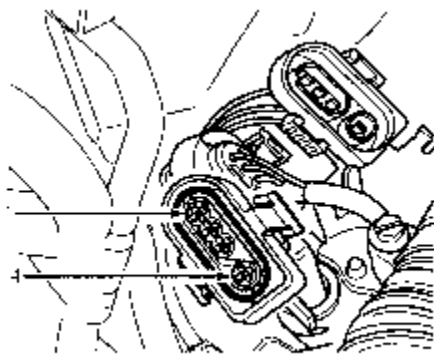

图 6-23 HO2S 1 和 HO2S 2 线束接头端子
6) 起动发动机并处于怠速状态。测量 HO2S 1 线束接头端子 1 和端子 2 之间的电压 (见图 6-23), 电压应至少为 11.5V。如果电压符合规范, 转入步骤 11)。如果电压不在规定范围内, 转入下一步。
6) 起动发动机并处于怠速状态。测量 HO2S 1 线束接头端子 1 和端子 2 之间的电压（见图 6-23），电压应至少为 11.5V。如果电压符合规范，转入步骤 11)。如果电压不符合规范，转入下一步。